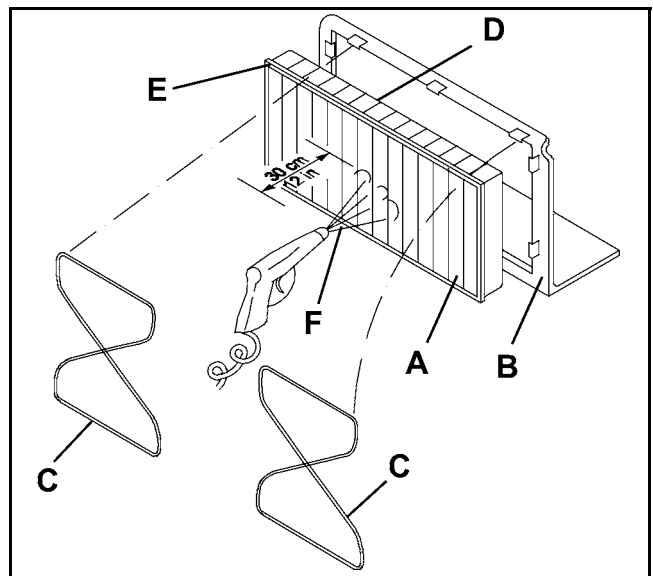

Figure 19
7. Séparer le filtre (A, Fig. 19) du cadre (B) en dégageant les élastiques (C).
8. A l'extérieur, dans un endroit approprié, nettoyer le filtre en le secouant sur une surface horizontale et propre, en battant le côté (D, Fig. 19) opposé à celui du joint (E). Compléter le nettoyage à l'aide d'un jet perpendiculaire d'air comprimé (F) (90 PSI (6 Bar) maximum), en soufflant uniquement du côté du joint (E) à une distance minimum de 12 in (30 cm).
10. Nettoyer le joint en caoutchouc (E, Fig. 19) du filtre le long du périmètre et en vérifier l'intégrité et l'étanchéité. En cas contraire, remplacer le filtre.
Lors du remontage, le filtre doit être orienté avec le joint (E, Fig. 19) positionné comme indiqué dans la figure.